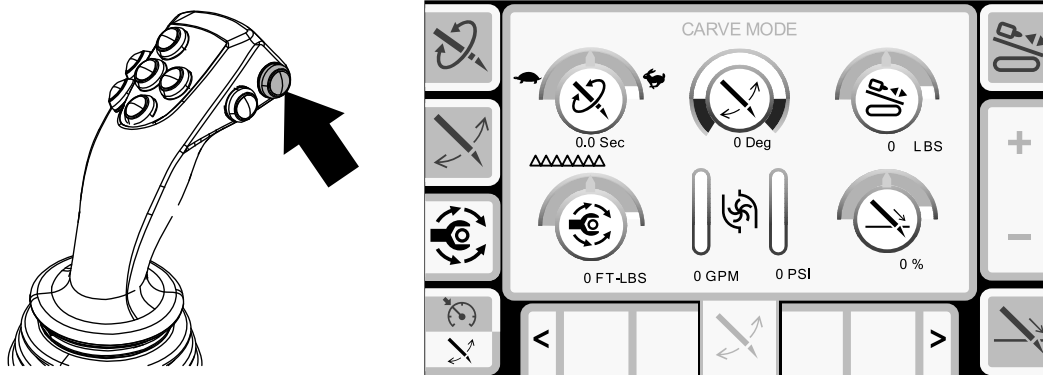

Рисунок 12
Нажмите кнопку пробивания грунта на джойстике (Рисунок 12) или кнопку 4 на главном экране, чтобы перейти на экран пробивания грунта.
6. Нажмите кнопку пробивания грунта на джойстике (Рисунок 12).